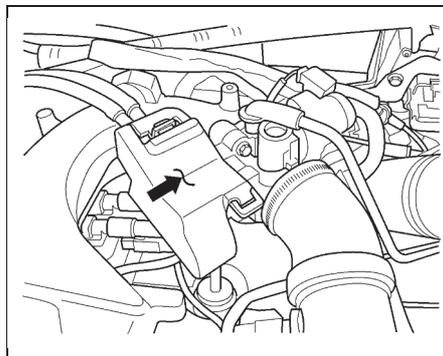

Рис. 3. Экран управления акселератором - двигатель 2.4L Turbo.
- (1) Снимите крышку воздушного фильтра и шланг воздухозаборника.
- (2) Отсоедините кабель отрицательной клеммы аккумуляторной батареи.
- (3) Снимите крышку двигателя и экран управления акселератором (если установлены, рис. 3).